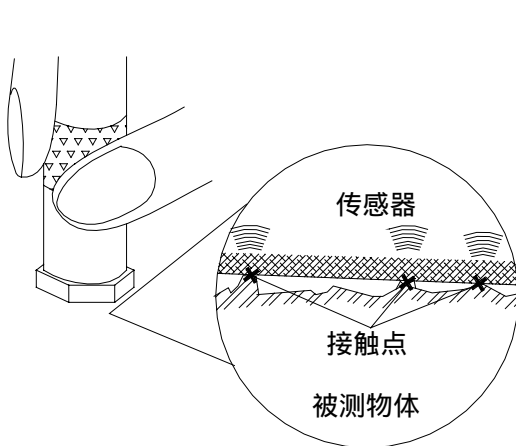

图 4-5 不加附件直接测量
- 4) 用手持传感器(最好配触针或握把，否则有可能产生测量误差见图 4-5 和 4-6)：测试频率应小于 1000Hz，振动能量不能太小。